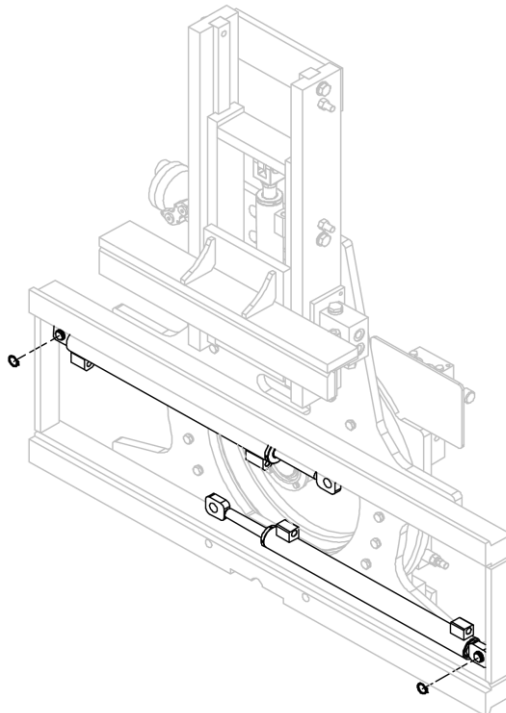

Figure 35
4. Retirer les vérins après avoir enlevé les anneaux élastiques correspondants qui les fixent à la structure de l'équipement (voir *Figure 35*).